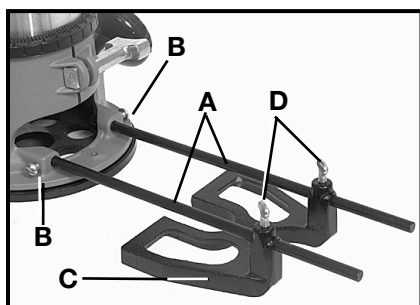

Fig. 6
Para montarla, introduzca las Varillas de Guía (A) en los agujeros de la base, Fig. 6, y sujételas con los tornillos (B). La guía (C) se ajusta en las varillas y se sujeta en la posición deseada con los Tornillos Manuales (D).